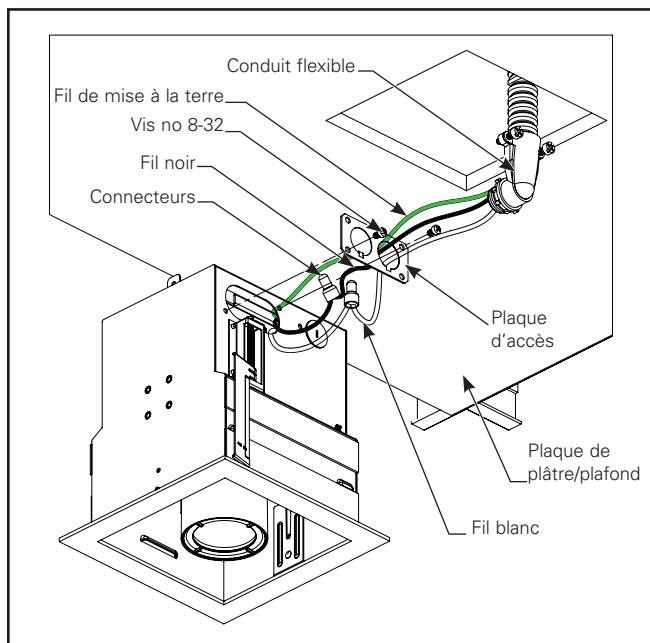

Figure 2.3.
- ii. Connectez les fils noirs ensemble et les fils blancs ensemble à l'aide des connecteurs fournis. (Figure 2.3)
- iii. Connectez le fil de mise à la terre à la plaque arrière du pilote à l'aide des vis no 8-32 (Figure 2.3)